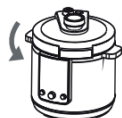

Рис. 1
- Откройте крышку, повернув её против часовой стрелки до упора, чтобы она не вращалась, затем осторожно поднимите её вверх (Рис. 1 и 2).